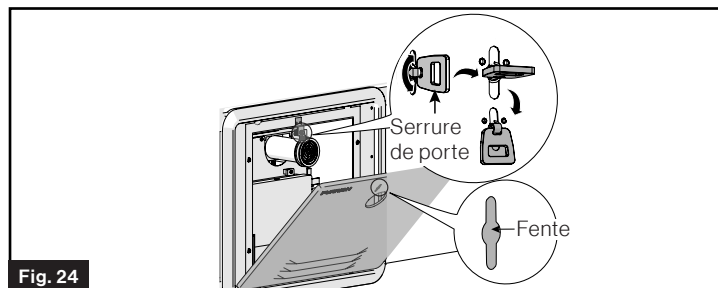

Fig. 24
- Alignez le verrou de la bride avec la fente de la porte, poussez ensuite la porte et tournez le verrou pour verrouiller la porte en place. (Fig. 24)
- Étape ① : Tirez et tournez à 90 ° le levier afin de verrouiller le verrou.
- Étape ② : Tournez le verrou pliant vers le bas pour le verrouiller.